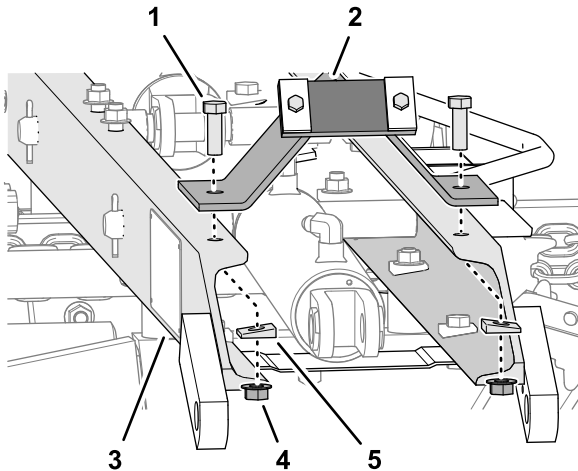

Figure 11
- Alignez les trous de la butée du bras de levage sur les trous de 12,7 mm ($\frac{1}{2}$ po) de diamètre au sommet des profilés transversaux, comme montré à la (Figure 11)
- Fixez la butée du bras de levage sur les profilés transversaux (Figure 11) à l'aide de 2 vis ($\frac{1}{2}$ po x $1\frac{1}{2}$ po), 2 rondelles coniques et 2 contre-écrous à embase ($\frac{1}{2}$ po).